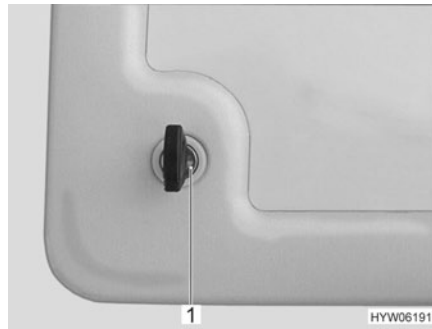

Fig. 31 Trampilla para el cassette Thetford
- Introducir la llave en el cilindro de cierre del cierre a presión (Fig. 31,1) y girarla un cuarto de vuelta.
- Introducir la llave en el cilindro de cierre (Fig. 31,1) y girarla un cuarto de vuelta.